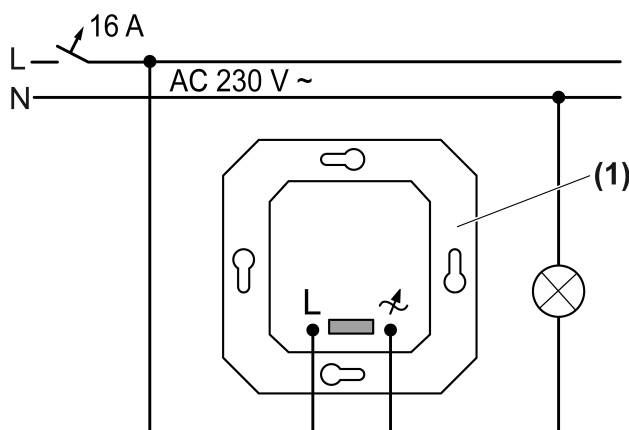

Bild 2: Anslutningsplan
- Anslut dimmern (1) enligt anslutningsschemat (Bild 2).